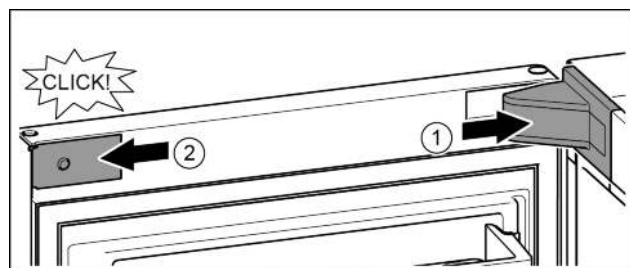

Fig. 20
- Крышку опорного кронштейна установить и зафиксировать, при необходимости, осторожно разжать. Fig. 20 (1)
- Установить сбоку накладку и зафиксировать. Fig. 20 (2)